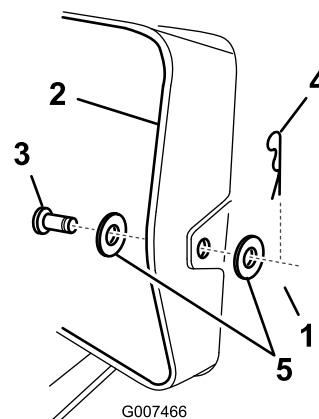

Figura 16
7. Eleve el recogehierbas y retire el pasador de horquilla, las 2 arandelas y el perno que fijan el tubo de descarga a la chapa trasera (Figura 16).
- Eleve el recogehierbas y retire el pasador de horquilla y el perno que fijan el tubo de descarga a la chapa trasera (Figura 16).
13. Eleve el recogehierbas e instale el perno y el pasador de horquilla para fijar el tubo de descarga a la chapa trasera (Figura 16).